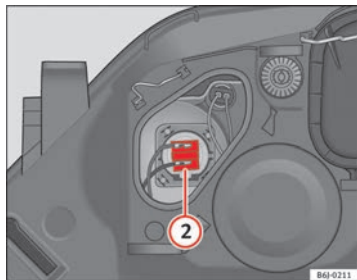

Abb. 137 Fernlicht
- Ziehen Sie den Stecker ⇒ Abb. 137 ② nach außen ab.